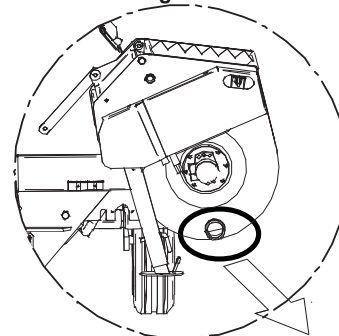

Fig. 11
- Svuotare la mescolatrice togliendo il tappo (Fig. 11) o svuotan-